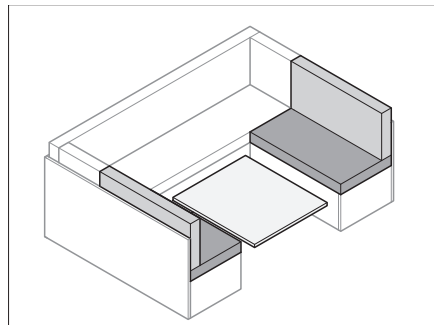

Fig. 77 Transformation de la table
- Transformer la table (Fig. 77) en sommier de lit (voir paragraphe 6.8).